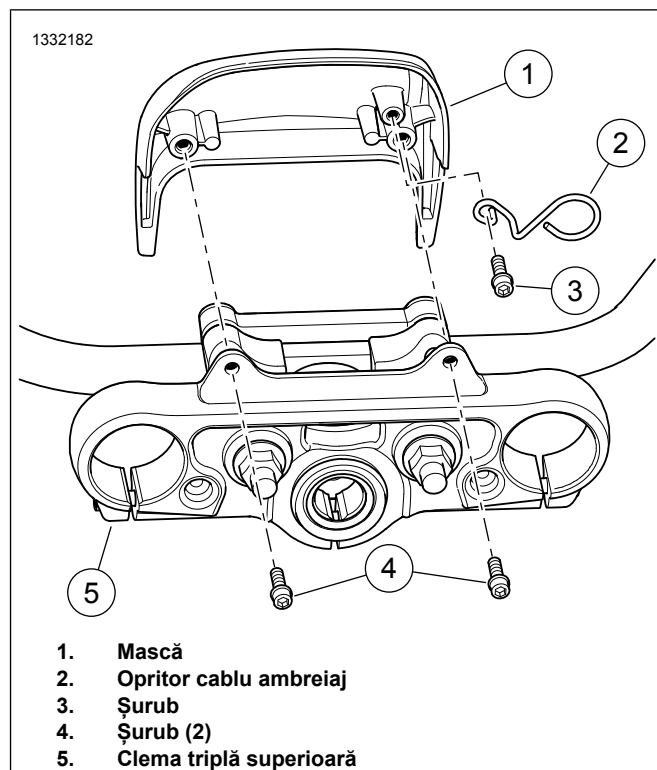

Figura 3. Mască FXLR
1. Figura 3 Scoateți șuruburile (4) din clema triplă superioară (5).
2. Demontați masca (1).
3. Scoateți șurubul (3) și opritorul OEM al cablului de ambreiaj.
4. Instalați opritorul cablului de ambreiaj (2) din kit.
5. Montați șurubul (3). Strângeți.